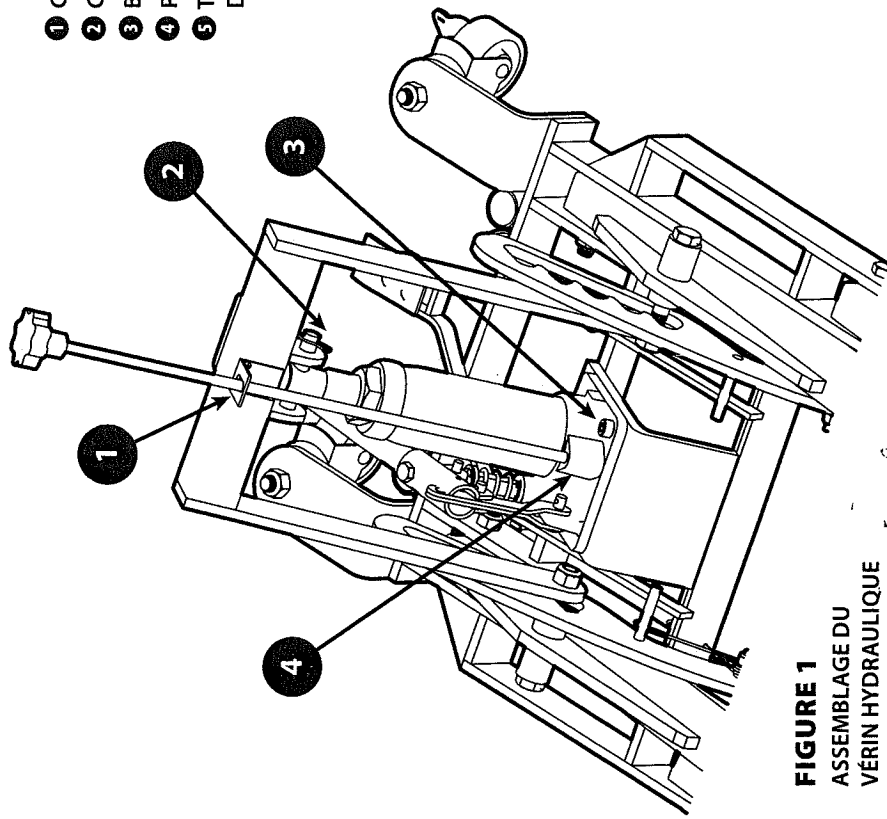
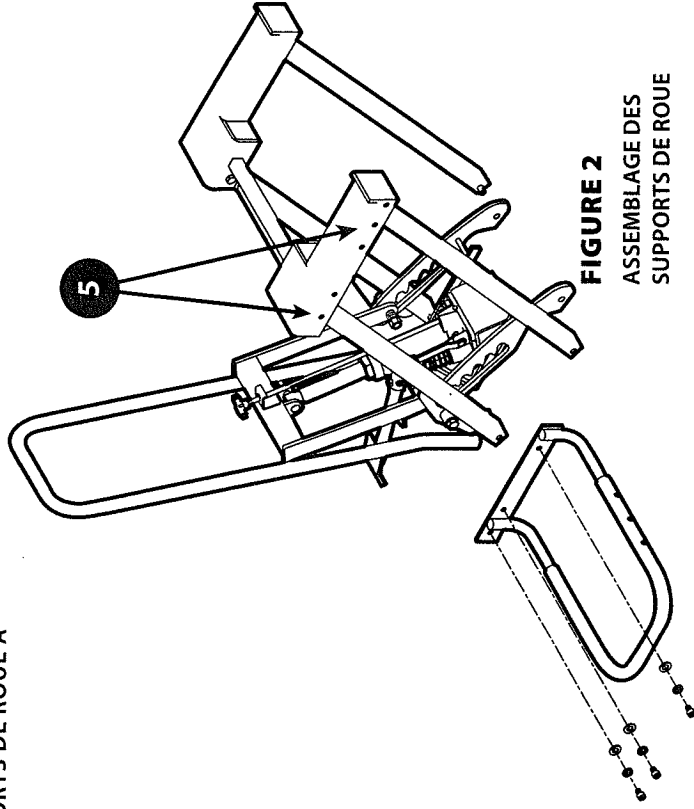

FIGURE 1
FIGURE 2
1. Installez le vérin hydraulique sur son support et fixez-le à l'aide des boulons M8 x 1,25 fournis. (Figure 1)
5. Installez la poignée de position dans la structure et fixez-la en utilisant les goupilles fournies (2).
6. Fixez les deux supports de roue sur les côtés de la plateforme de levage. (Figure 2)